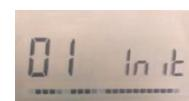

Abb. 3
5. Wurde der Funk-Raumthermostat der/den gewählten Zone/n richtig zugewiesen, deaktivieren Sie die Funkinitialisierung am Raumthermostat (Thermostat ausschalten). Im unteren Teil des Displays sollte eine Grafik mit einzähligen Balken durchlaufen (= ein Funk-Raumthermostat hat ein Signal gesendet, siehe Abb. 3).